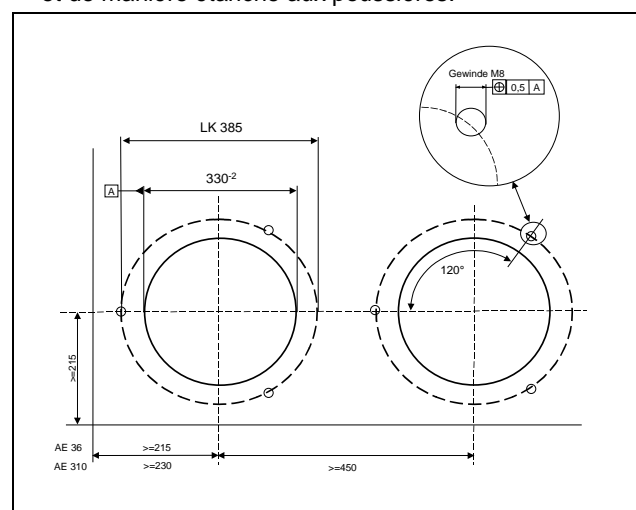

Fig. 11: Plaque de filtre AE 36 et AE 310
- Souder trois vis de fixation (p. ex. M8 x 40) perpendiculairement à la plaque de filtre (voir figure 11) et de manière étanche aux poussières.